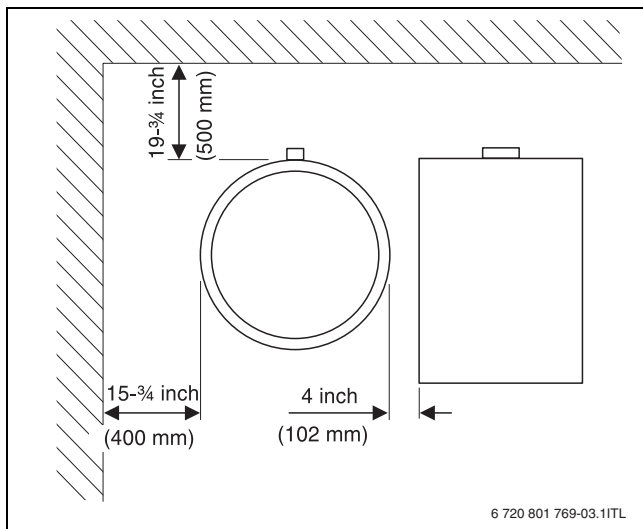

Fig. 6 Distancias mínimas a la pared recomendadas
- ▶ Tenga en cuenta la altura mínima del techo (→ tab. 6, pág. 25) y las distancias mínimas respecto a la pared en la sala de instalación (→ fig. 6).